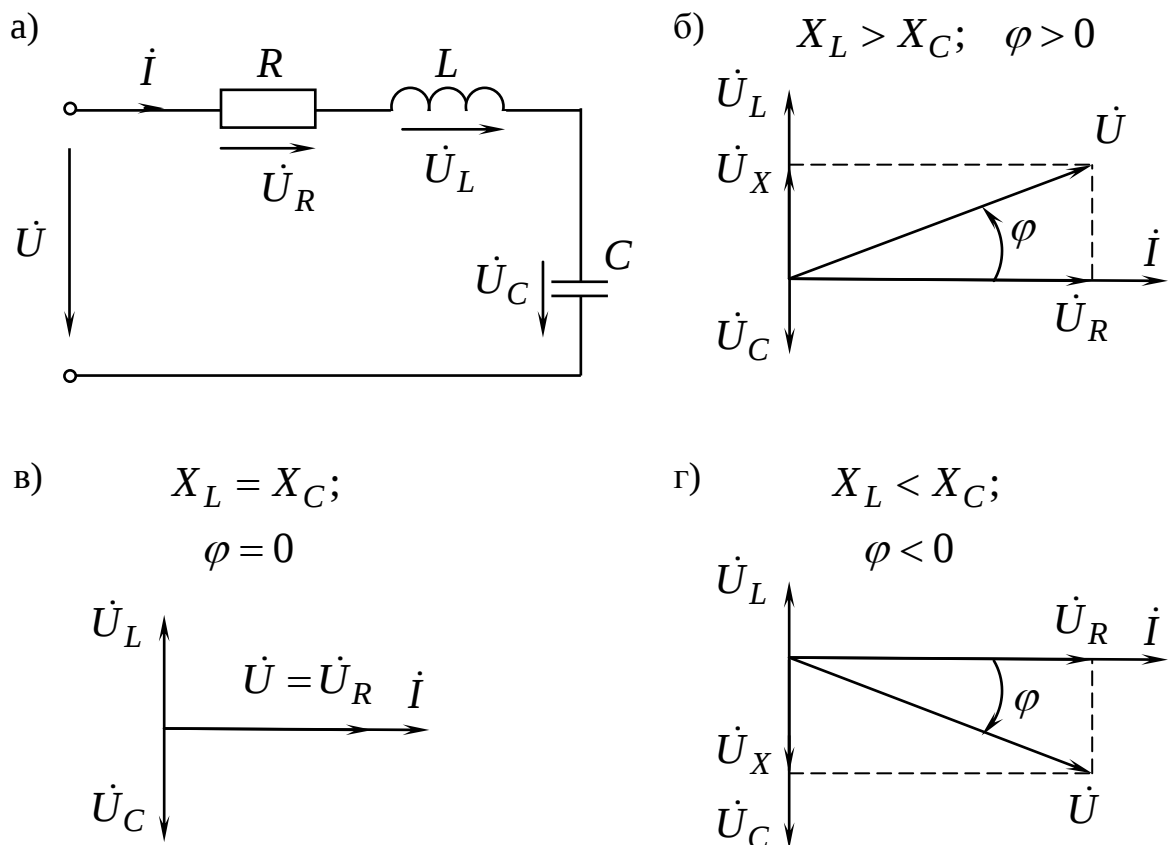

Рис. 1.11
Определить по векторной диаграмме входное напряжение цепи (рис. 1.11а) для трех случаев:
В общем случае для цепи рис. 1.11а имеем с учетом второго закона Кирхгофа:
1) $X_L > X_C$ (рис. 1.11б)
2) $X_L < X_C$ (рис. 1.11г)
3) $X_L = X_C$ (рис. 1.11в)